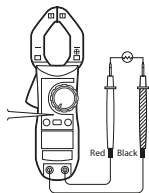

imagen 10
E. Medición de capacitancia (ver imagen 10)